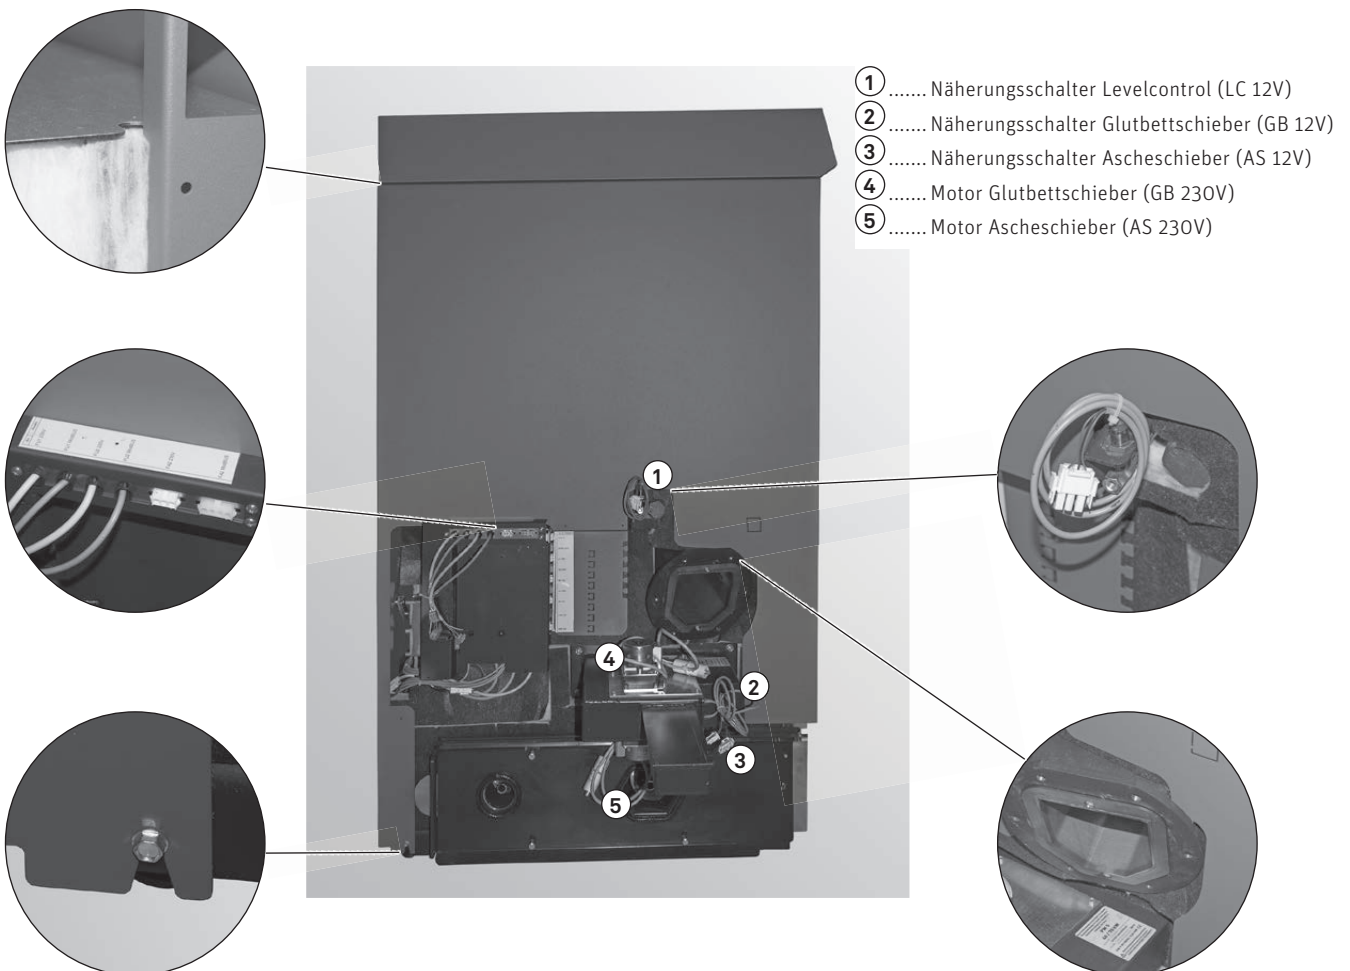

Fig. 31 Seitenwand links montieren (Abbildung PuroWIN PW 24–60)
- ▶ Die linke Seitenwand hinten unten bei Schraube einhängen, dabei achten, dass die Verkleidung hinter der Anschlusskonsole, dem Näherungsschalter Levelcontrol [1] und des Flansches ist – Fig. 31.